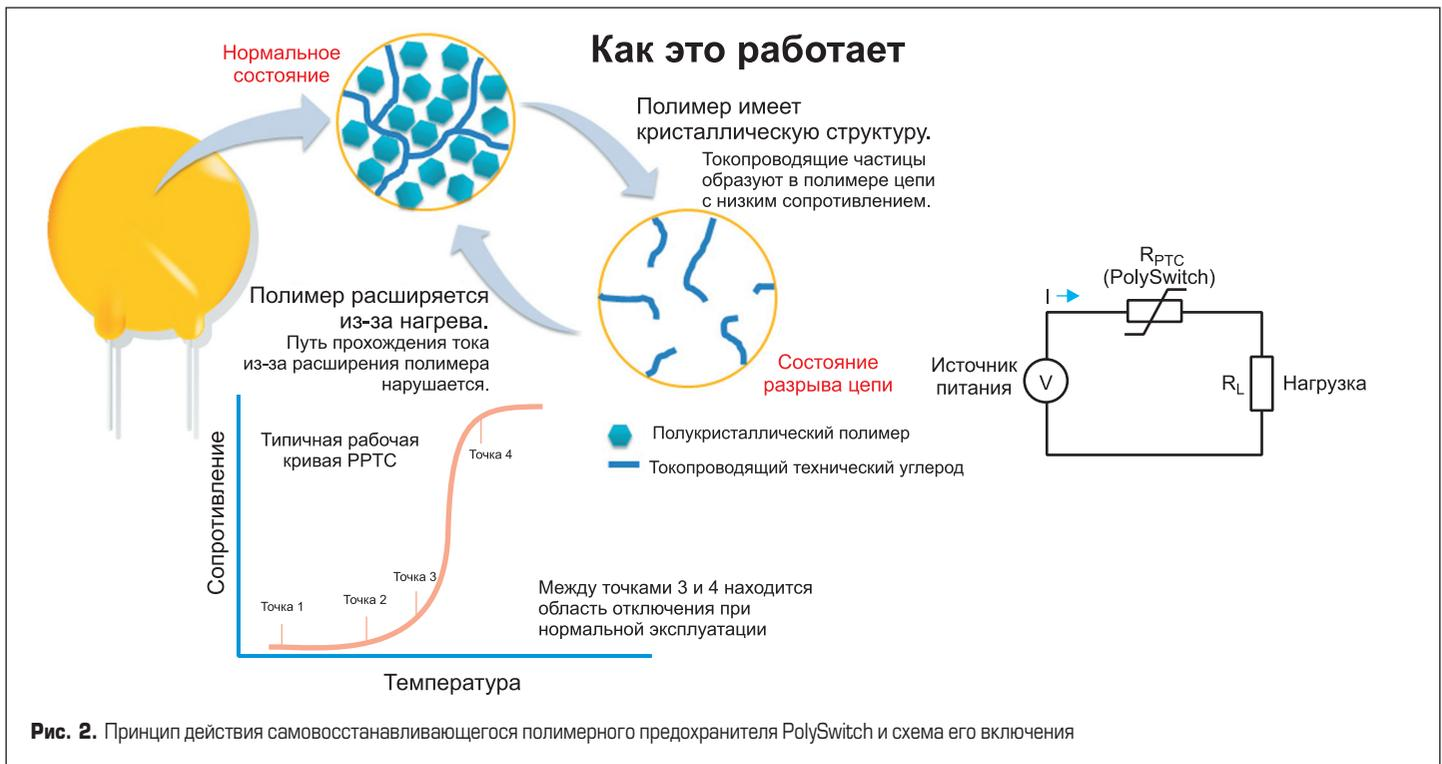

Рис. 2. Принцип действия самовосстанавливающегося полимерного предохранителя PolySwitch и схема его включения
Что же такое предохранители PolySwitch? Они, как и было написано еще в патенте от Bell, изготовлены из композита в виде полукристаллического, не проводящего ток полимера, смешанного с техническим углеродом, который представляет собой высокодисперсный аморфный продукт с характерным фиксированным набором свойств. Принцип действия данного устройства показан на рис. 2 [3].
дятся в равновесии при относительно низкой температуре, например в точке 1 на рис. 2.
Если ток через устройство увеличивается, а температура окружающей среды остается постоянной, тепло, выделяемое устройством, увеличивается, и температура устройства также повышается. Однако если увеличение тока не слишком велико, все выделяемое тепло может быть потеряно в окружающую среду и устройство стабилизируется в соответствии с уравнением (2) при более высокой температуре, такой как точка 2 на рис. 2. Эта точка также может быть достигнута увеличением тока и повышением температуры окружающей среды.
резко увеличится, как это показано в точке 3 на рис. 2.
Любое дальнейшее увеличение тока или температуры окружающей среды вызовет выделение тепла из устройства со скоростью большей, чем скорость рассеивания тепла, что приводит к быстрому нагреву устройства. На этом этапе между точками 3 и 4 на рис. 2 происходит резкое увеличение сопротивления даже при очень небольшом изменении температуры (на графике рис. 2 показано в логарифмическом масштабе). Это нормальная рабочая область для устройства в состоянии разрыва цепи. Такое изменение сопротивления вызывает соответствующее уменьшение тока, протекающего в цепи. Данное соотношение сохраняется до тех пор, пока сопротивление устройства не достигнет верхнего изгиба кривой — точки 4. Пока приложенное напряжение остается на этом уровне, устройство будет находиться в отключенном состоянии.
Поскольку U , и $(T_O - T_A)$ теперь являются константами, уравнение (3) сводится к $PR = const$, то есть теперь устройство работает в режиме постоянной мощности. Выражение этой постоянной мощности как V^2/R подчеркивает, что в отключенном состоянии сопротивление устройства пропорционально квадрату приложенного напряжения. Это соотношение сохраняется до тех пор, пока сопротивление устройства не достигнет верхнего изгиба кривой — точки 4 на рис. 2.